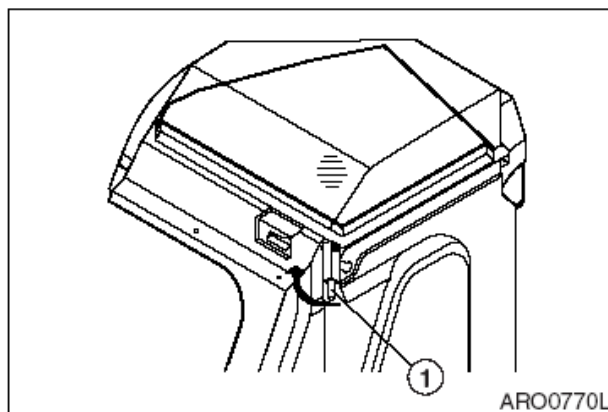

Рис. 95
3. Разблокировать, потянув рычаг (1, рис. 95) в направлении, указанном стрелкой.